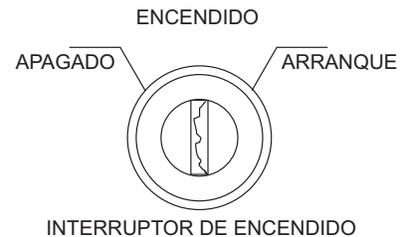

Figura 23. Interruptor de encendido
5. Para arrancar el motor, inserte la llave de contacto (Figura 23) en el interruptor de encendido y gire la llave a la posición de **ENCENDIDO**.